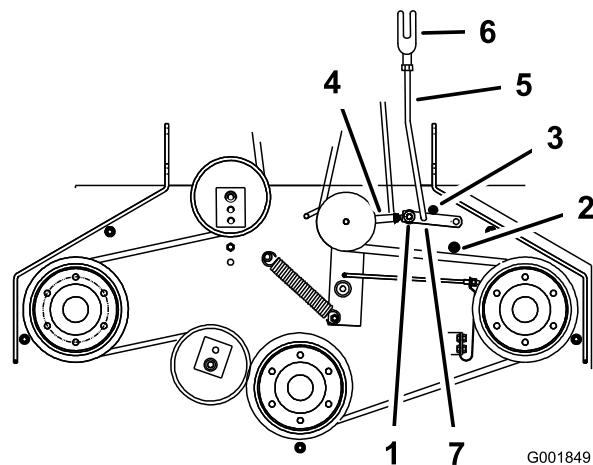

Figure 48
- Vérifiez que le bras d'assistance est en appui contre la butée arrière sur le plateau (Figure 48).
- Le bras d'assistance doit toucher la butée avant sur le plancher. Dans le cas contraire, réglez le levier coudé pour le rapprocher du renfort (Figure 48).
- Pour ajuster la biellette du bras d'assistance, enlevez la goupille fendue du bras d'assistance (Figure 48).
- Installez la biellette dans le bras d'assistance et fixez-la avec la goupille fendue (Figure 48).